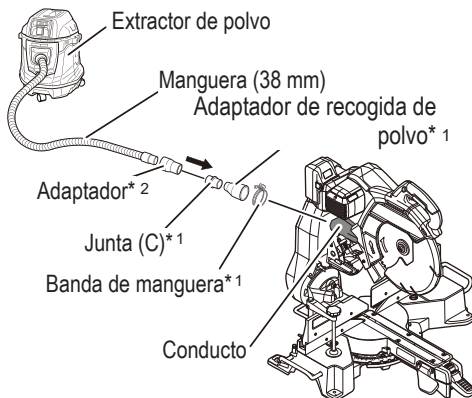

Fig. 55
**13. Conexión del extractor de polvo (se vende por separado) (Fig. 55)**
La conexión se realiza al presionar en la dirección de la flecha. (Fig. 55)